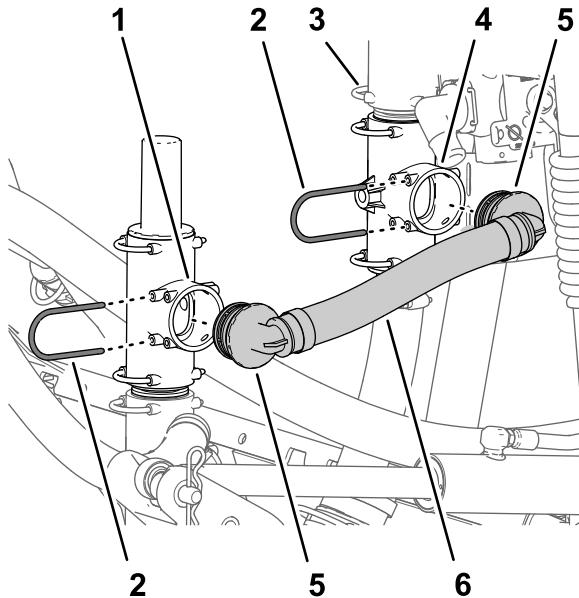

Figura 9
- Allineate il raccordo a 90° del gruppo flessibile di sfiato della pressione con il foro aperto nel raccordo a T superiore (situato sotto la valvola di sfiato della pressione) e inserite il raccordo a 90° fino a quando non è completamente in sede (Figura 9).
- Fissate il raccordo a T a 90° con il fermo (Figura 9) che avete rimosso al passaggio 2 di Rimozione dei flessibili (pagina 4).
- Allineate l'altro raccordo a 90° del gruppo flessibile di sfiato della pressione con il foro aperto del raccordo a T inferiore (fissato al supporto della valvola) e inserite il raccordo a 90° fino a quando non è completamente in sede (Figura 9).
- Fissate il raccordo a 90° al raccordo a T superiore con il fermo (Figura 9) che avete rimosso al passaggio 2 di Rimozione dei flessibili (pagina 4).
- Fissate il raccordo diritto dentellato alla valvola del nebulizzatore (Figura 9) con un fermo.